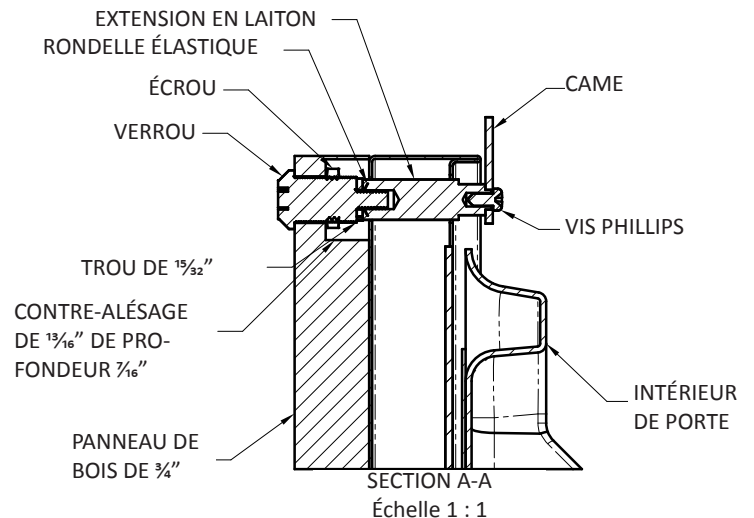

Figure 10
Localisez et marquez avec un crayon l'emplacement du trou de verrouillage sur le panneau de revêtement, c'est le trou dans l'angle supérieur du côté de la poignée de la porte. Enlevez le dispositif de maintien et enlevez le panneau de revêtement de la porte. Sur la face arrière du panneau où vous avez marqué l'emplacement de verrouillage, percez un contre-alésage de  $\frac{3}{16}$ " (11,0 mm) de profondeur dans le panneau de revêtement. Percez un trou de diamètre  $\frac{13}{32}$ " (12,0 mm) dans le panneau de revêtement au milieu de ce contre-alésage en prenant soin de ne pas faire éclater le bois sur la face avant du panneau (Voir la Figure 10).
Deux (2) extensions de verrouillage sont fournies avec le verrou. Utilisez l'extension la plus longue pour un panneau de revêtement d'épaisseur  $\frac{3}{4}$ " et la plus courte pour un panneau d'épaisseur  $\frac{5}{8}$ ". Assemblez l'extension de verrouillage, une rondelle d'arrêt de came, une rondelle élastique et une vis de fixation sur le verrou comme montré aux Figures 10 et 11. Installez cet ensemble sur le panneau de revêtement avec l'écrou de maintien en utilisant une douille de 15 mm. Assurez-vous que la fente en trou de serrure du verrou est verticale.